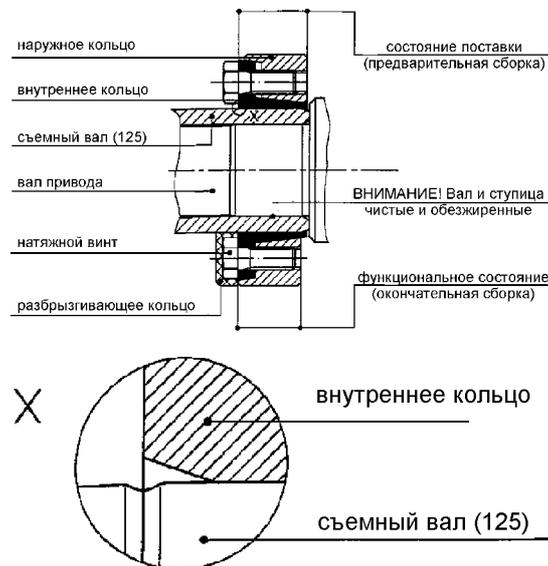

Рис. 6: Натяжные комплекты во внутреннем хомуте
- ВНИМАНИЕ** Не затягивать натяжные винты до тех пор, пока съемный вал (125) не будет насажен на вал привода.
- ВНИМАНИЕ** Очистить и обезжирить вал привода и отверстие съемного вала (125).
- Надеть разбрызгивающее кольцо 123 на съемный вал (125).
- Слегка смазать место посадки натяжного комплекта (123) на съемном валу (125) и надеть натяжной комплект (123) до упора на съемный вал (125).
- Надеть съемный вал (125) до упора на вал привода.
- Последовательно по кругу затягивать натяжные винты натяжного комплекта (123). Для этого при необходимости проворачивать съемный вал.
- ВНИМАНИЕ** Затягивать все натяжные винты до тех пор, пока не будет обеспечена соосность наружного и внутреннего колец и пока резко не возрастет момент затяжки винтов (см. функциональную схему на рис. 6). Допустимые моменты затяжки винтов выгравированы на натяжном комплекте (123).
- Проверить правильное положение натяжного комплекта (123) на съемном валу (125) согласно рис. 6, а также детали согласно фрагменту X.
- Надеть разбрызгивающее кольцо 123 на натяжной комплект (123).